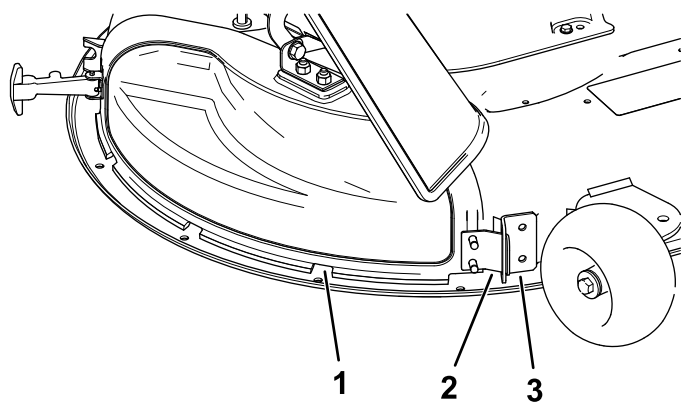

Figura 13
5. Înclinați proeminența metalică de pe capacul de evacuare în afara fantei din suportul sudat de pe puntea mainii de tuns iarba (Figura 13).